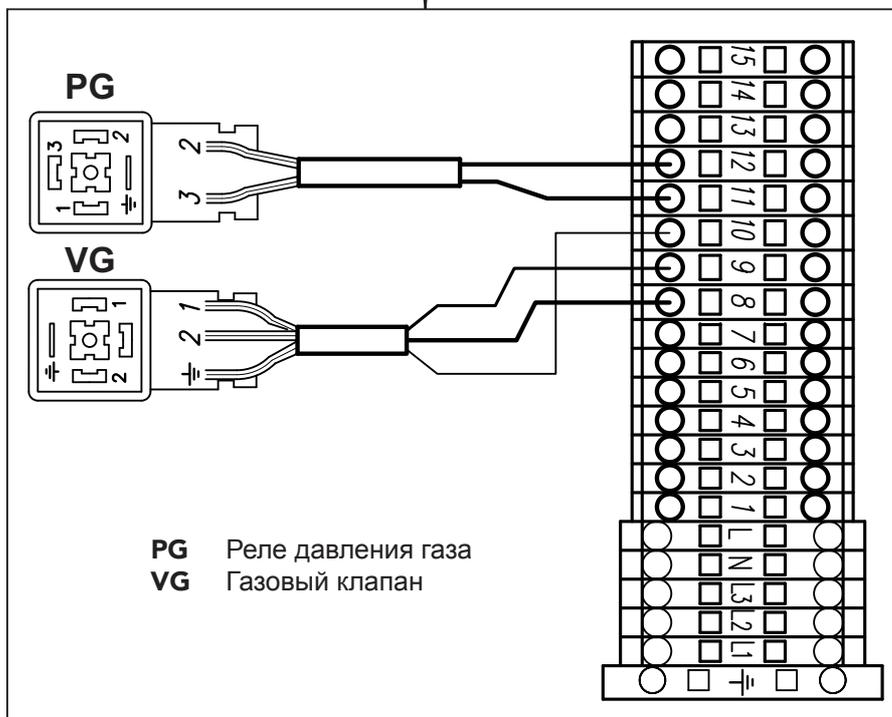

рис. 2g
- 6) Подсоедините кабели реле давления газа "PG" и газового клапана "VG", как показано на рис. 2g.
Подсоедините трубку фитингу-контрольной точке для измерения давления "P" газового клапана (рис. 2g).